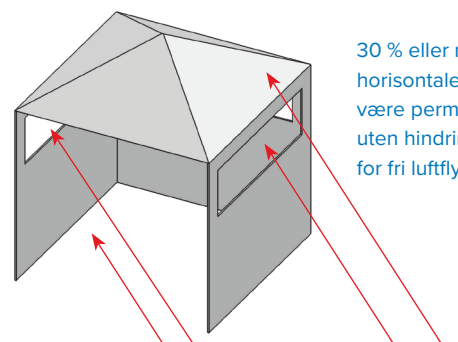

Fig. 4
- En apparat anses å være utendørs hvis det er installert med takdekning og tre sidevegger, så lenge 30 % eller mer av de horisontale veggene har permanente åpninger. (Fig. 4 & Fig. 5)